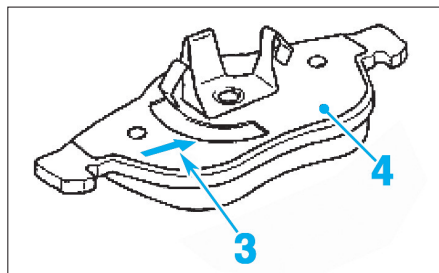

FIG. 4
Orienter la flèche (3) des plaquettes intérieures (4) vers le bas pour éviter le bruit lors du roulage (Fig.4).